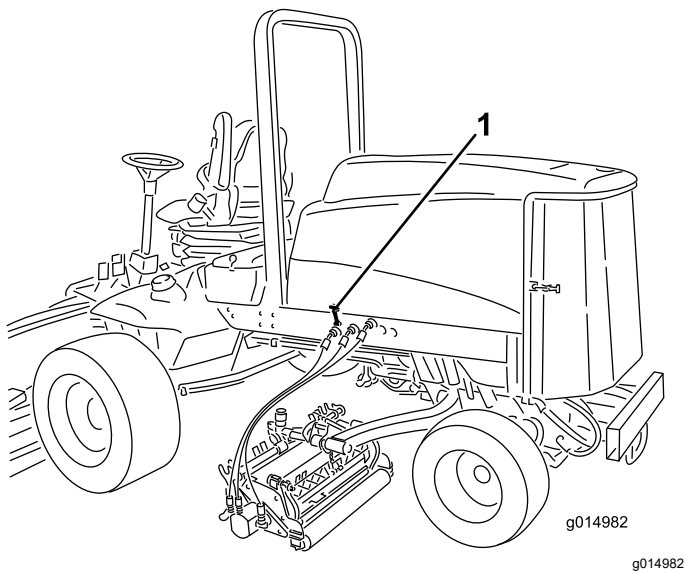

Figura 46
- Desenganche los cierres del capó (Figura 46) y abra el capó.